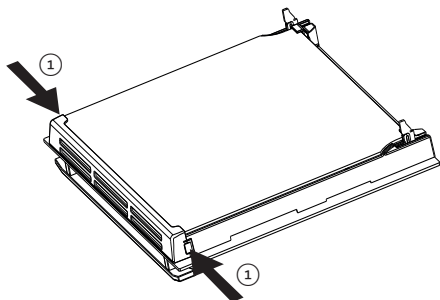

Fig. 6.20
- Premere le linguette di aggancio su entrambi i lati della porta e rimuovere completamente il fermavetro (fig. 6.20, 6.21).